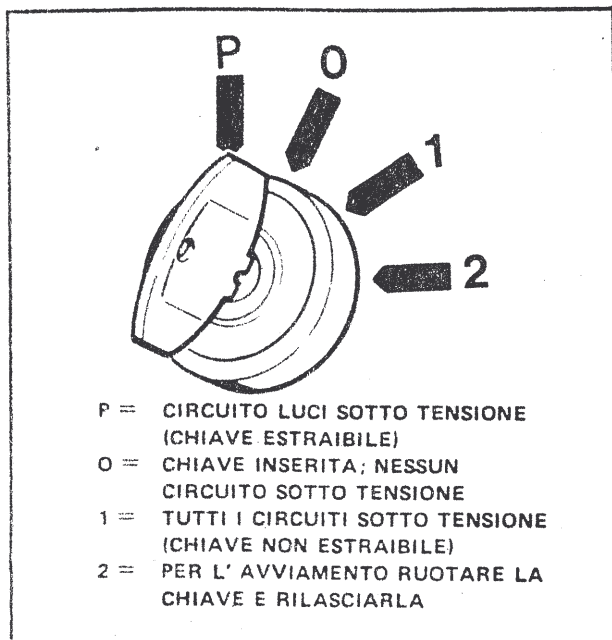

Figura 4. Commutatore a chiave
15. **COMMUTATORE A CHIAVE PER ACCENSIONE, PREDISPOSIZIONE SERVIZI ED AVVIAMENTO MOTORE:** vedere la figura 4.
- Inserire la chiave nel commutatore (15, fig. 3) e ruotarla in posizione 2. rilasciare la chiave quando il motore è avviato, essa ritornerà automaticamente in posizione 1 (vedere la figura 4).